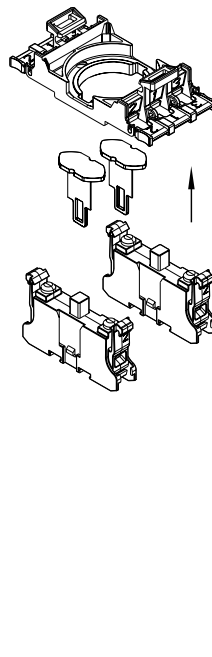

図 6
- 接点ブロックの接点キャリアへの仮留め(図6参照):
7. 接点キャリアが取り付けフランジにかちと組み付けられれば、接点ラグは自動的に固定されます(図6参照)。これで正しく組み付けられます。正しく組み付けられたかどうか、チェックしなければなりません。